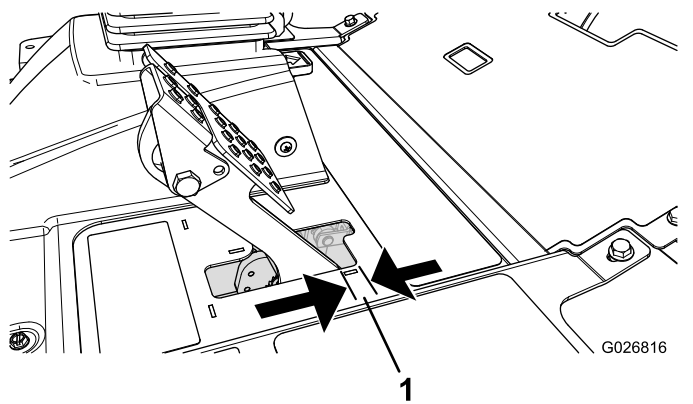

Рисунок 96
Тормоза необходимо отрегулировать, если свободный ход (Рисунок 96) педали тормоза превышает 2,5 см или требуется большее усилие нажатия для торможения. Свободный ход — это расстояние перемещения педали тормоза до ощущения тормозного сопротивления.
2. Затяните заднюю гайку, чтобы переместить трос назад так, чтобы свободный ход педалей тормоза составил от 0,63 до 1,27 см (Рисунок 96) до момента фиксации колес.